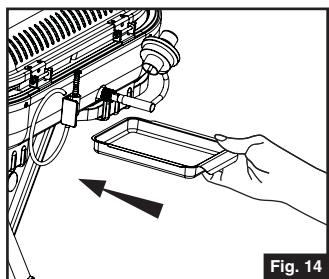

Fig. 14
- Instale la bandeja para goteos debajo de la parte trasera de la parrilla. (Fig. 14)